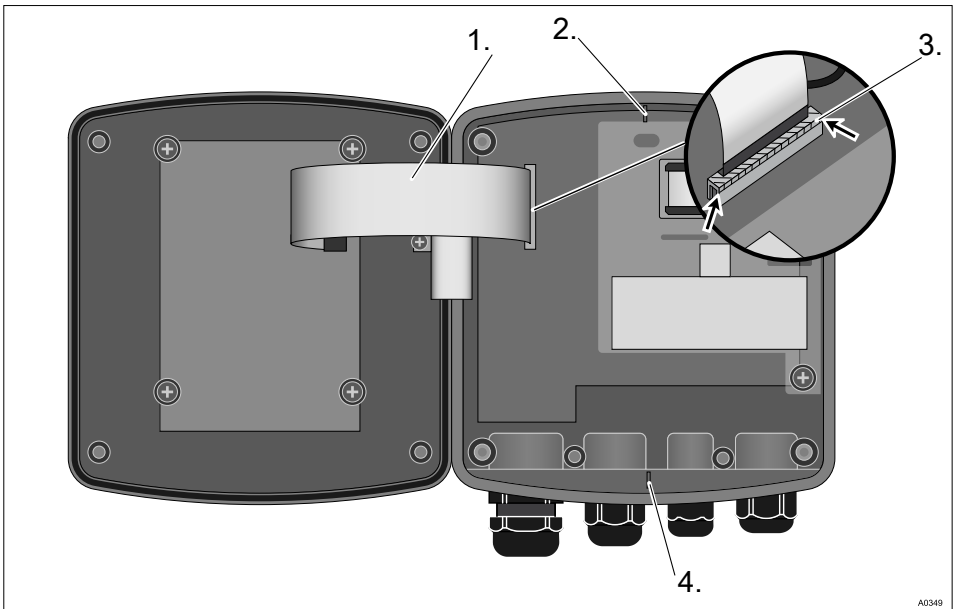

Abb. 6: Flachbandkabel lösen
Der Sockel des Flachbandkabels ist fest auf der Platine verlötet. Der Sockel kann nicht demontiert werden. Zum Lösen des Flachbandkabels muss die Verriegelung (3) des Sockels geöffnet werden, siehe Abb. 6